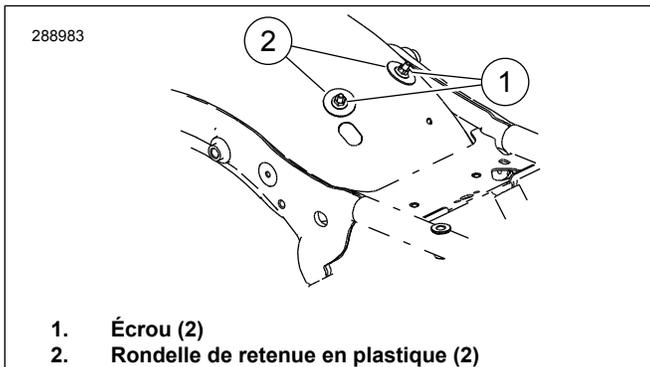

Figure 2. Rondelle de retenue en plastique
1. Voir la figure 2. Retirer les écrous (1).
- a. Laisser les rondelles de retenue en plastique (2) installées.